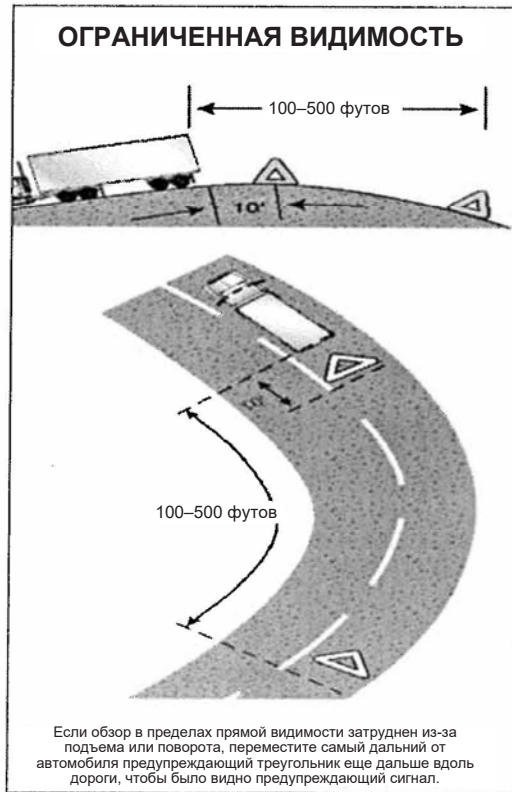

Рисунок 2.10
- Вернитесь назад за любое возвышение, поворот или препятствие, мешающее другим водителям видеть автомобиль в радиусе 500 футов. Если обзор в пределах прямой видимости затруднен из-за подъема или поворота, переместите самый дальний от автомобиля предупреждающий треугольник еще дальше вдоль дороги, чтобы было видно предупреждающий сигнал. *Смотрите рис. 2.10.*